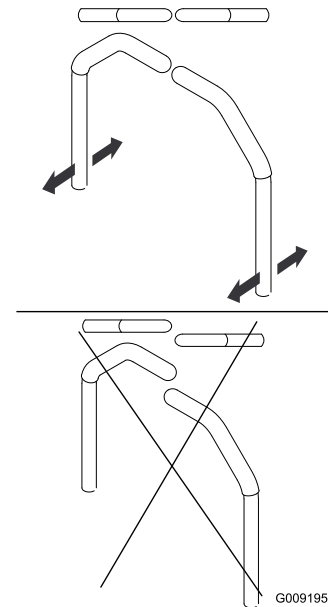

Bild 80
4. Richten Sie die Hebel in Längsrichtung aus. Bringen Sie die Hebel zuerst in der Neutral-Stellung zusammen und schieben Sie die Hebel dann so lange, bis sie ausgefluchtet sind. Ziehen Sie dann die Schrauben an (Bild 80).